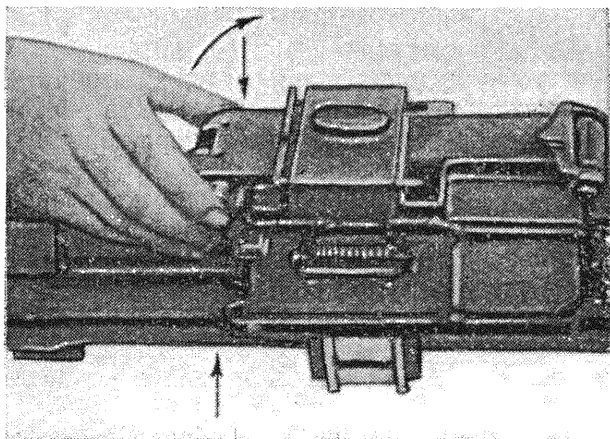

Рис. 53
1. Снять крышку приемника, для чего нажать на фиксаторы крышки приемника, повернуть ее на 90° , вынуть ось крышки приемника и затем отделить крышку приемника (рис. 53).